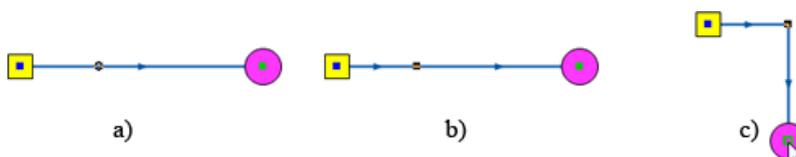

Рисунок 6.8. Добавление точки перелома
2. Отметить точку разбиения на участке. Подвести курсор к предполагаемой точке перелома и нажать левую клавишу мыши. Место перелома на отрезке отобразится кружком (см. Рисунок 6.8, «Добавление точки перелома»a);
3. Нажать кнопку  на панели инструментов или щёлкнуть правой кнопкой мыши и выбрать Добавить точку перелома. На участке появится точка перелома (см. Рисунок 6.8, «Добавление точки перелома»b).
2. Подвести курсор к предполагаемой точке перелома и, удерживая клавишу Ctrl, нажать левую клавишу мыши (см. Рисунок 6.8, «Добавление точки перелома» b).
3. Была создана новая точка перелома на участке, после чего при необходимости участок сети можно изогнуть (Рисунок 6.8, «Добавление точки перелома»с).